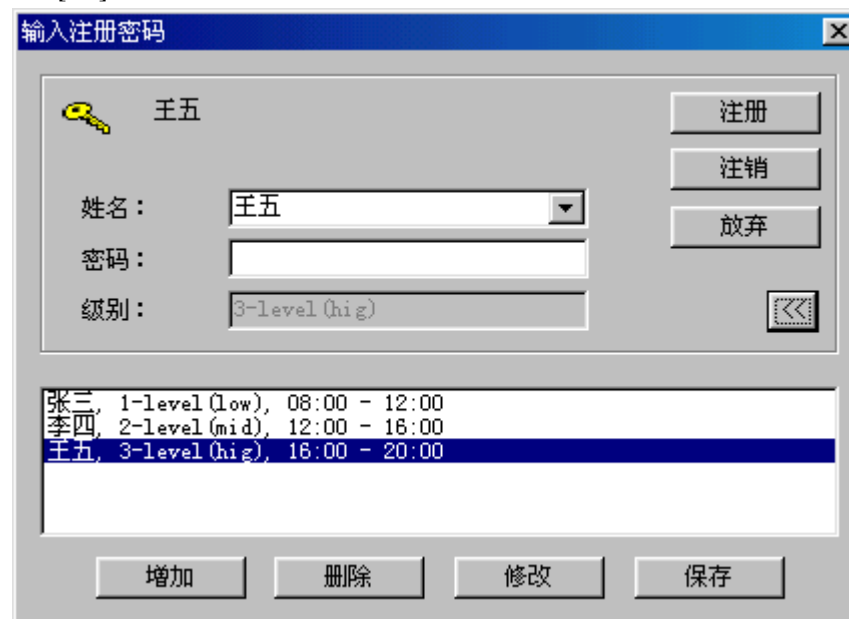

图 5-9
- a. 单击[>>]按钮, 对话框扩大, 如图 5-9 所示。
- b. 单击[增加]、[删除]、[修改]、[保存]可以进行相应的操作。图 5-9 所示就是修改姓名后的内容。其中的时间只起显示作用。